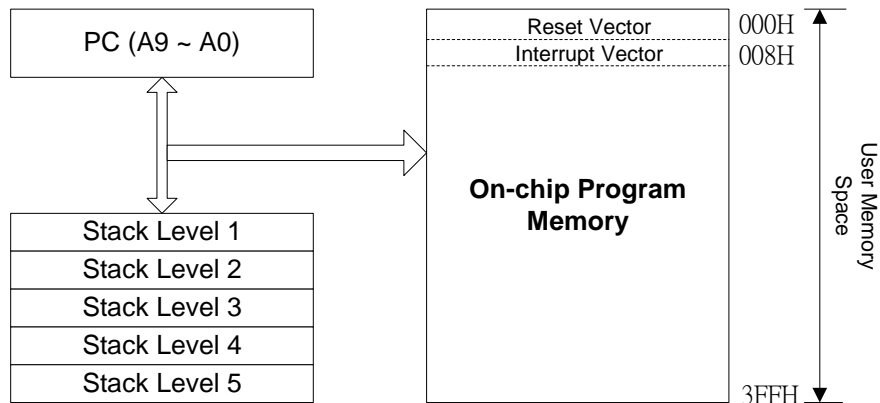

图 3 程序计数器结构图
- 根据控制器的类型，R2和硬件堆栈为10位宽。参见图3所示的程序计数器结构图。